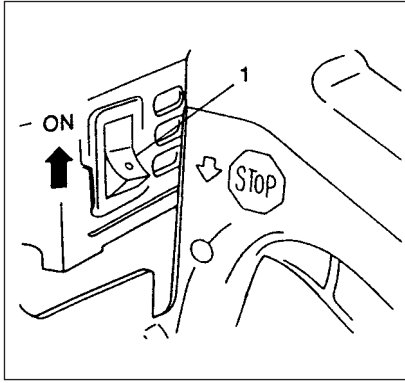

Fig. 2-2
### Anlassen (Fig. 2-2, 2B, 3, 4, 4B)
1. Den Zündschalter (1) auf ON stellen. (Fig. 2-2)